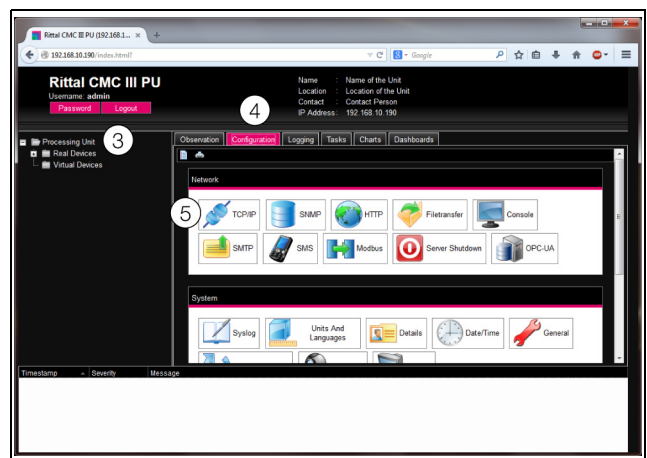

Abb. 13: Anpassen der TCP/IP-Einstellungen
Es erscheint das Übersichtsfenster des Geräts (Abb. 13).
- Klicken Sie im linken Teilbereich des Übersichtsfensters (Navigationsbereich) auf den Eintrag **Processing Unit** (Abb. 13, Pos. 3) und im rechten Teilbereich (Konfigurationsbereich) die Registerkarte **Configuration** (Abb. 13, Pos. 4).
- Klicken Sie im Gruppenrahmen **Network** auf die Schaltfläche **TCP/IP** (Abb. 13, Pos. 5).